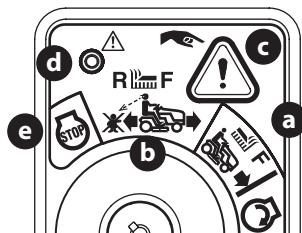

Figura 26
2. Gire la llave de encendido de la posición CORTE NORMAL (a) a la posición MODO PRECAUCIÓN MARCHA ATRÁS (b) del interruptor de encendido (Figura 26).
- Presione y sostenga el botón MODO PRECAUCIÓN MARCHA ATRÁS (c) que está en la esquina superior derecha del módulo de encendido durante 3 segundos. La luz indicadora roja (d) que está en el ángulo superior izquierdo del módulo de encendido se mantendrá ENCENDIDA mientras esté activada (Figura 26 en la página 58).
- Una vez activada (luz indicadora ENCENDIDA), se puede operar el tractor en marcha atrás con la PTO (enganche de cuchillas) en la posición acoplada (ON).
- Siempre mire hacia abajo y hacia atrás antes y mientras se desplaza lentamente en marcha atrás, para asegurarse de que no haya niños en el área. Luego de retomar la marcha hacia adelante, vuelva la llave a la posición de CORTE NORMAL (a) para volver a la operación de corte normal (Figura 26 en la página 58).
- La llave se coloque ya sea en la posición CORTE NORMAL (a) o la posición STOP (detención) (e) (Figura 26 en la página 58).